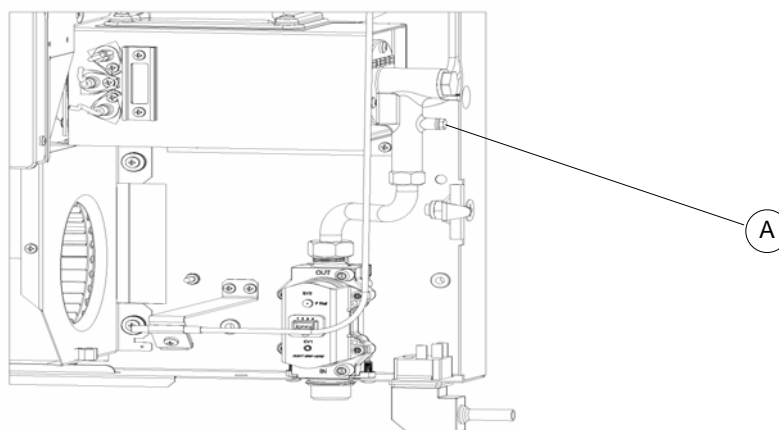

Abbildung 17 .
2. Ein Mikromanometer am Druckanschluss A nach Entfernen der entsprechenden Dichtschraube anschließen (siehe Abbildung 17).
2. Ein Mikromanometer am Druckanschluss A nach Entfernen der entsprechenden Dichtschaube anschließen (siehe Abbildung 17).